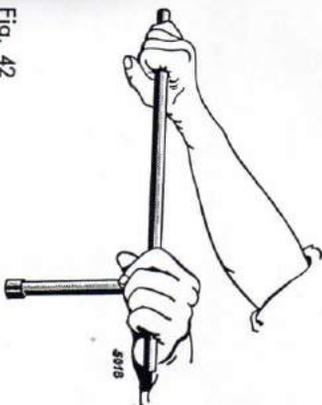

Fig. 42
- 1. Resserrer les vis de bielles**, voir Figure 42, la broche de la clé à douille ne sortant que d'un côté de la clé, en deux mouvements: 1er = 30°, 2ème = 60° soit 90°. Après avoir remplacé les coussinets, il est impérativement nécessaire d'employer des vis neuves.
- 2. Sur le moteur à 2 cylindres resserrer les vis de fixation des portées de paliers** (90 mm de long), comme indiqué à la figure 42, avec un angle de serrage de 90°. Les vis de chapeaux de paliers (80 mm de long) en deux mouvements: 1er = 45° et 2ème = 30° soit 75°.
- 3. Resserrer les vis de contre-poids du vilebrequin**, comme indiqué à la figure 42, en deux mouvements: 1er = 45°, 2ème = 30° soit 75°.
- 4. Resserrer les vis de fixation du volant**, comme indiqué à la figure 42, en deux mouvements: 1er = 30°, 2ème = 60° soit 90°. Après une avarie aux paliers, un grippage de pistons ou une révision générale, il faut prendre des vis neuves.
- 5. Resserrer les vis de fixation de la roue dentée de vilebrequin**, comme indiqué à la figure 42, en deux mouvements: 1er = 30°, 2ème = 30° soit 60°. Un angle de serrage de 75° est tolérable.
- 6. Resserrer les vis extensibles de la soufflante**, comme indiqué à la figure 42, sous un angle de serrage de 105°.
- 7. Resserrer les vis de fixation de la poulie de courroie trapézoïdale**, comme indiqué à la figure 42, sous un angle de serrage de 180°.